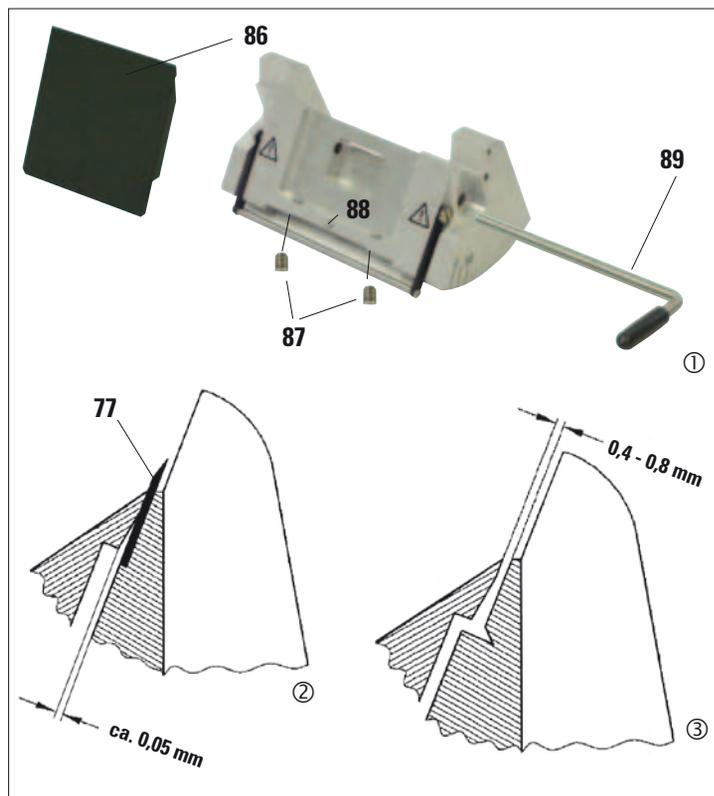

Fig. 33
- Mettere in posizione la piastra di spinta (86), inserire la leva di serraggio (89) e bloccare leggermente la piastra di spinta con la leva di serraggio.
- Regolare in altezza la piastra di spinta con le viti (87). Gli angoli superiori delle due piastre di spinta (86) e (80) devono trovarsi alla stessa altezza e paralleli fra loro.
L'angolo di taglio della piastra di spinta anteriore (86) viene regolato con una vite prigioniera (88), accessibile in senso obliquo dall'interno attraverso un foro sul lato inferiore del portalama (Fig. 33/①).
- Inserire una lama (77) e fissarla leggermente con la leva di serraggio (89).